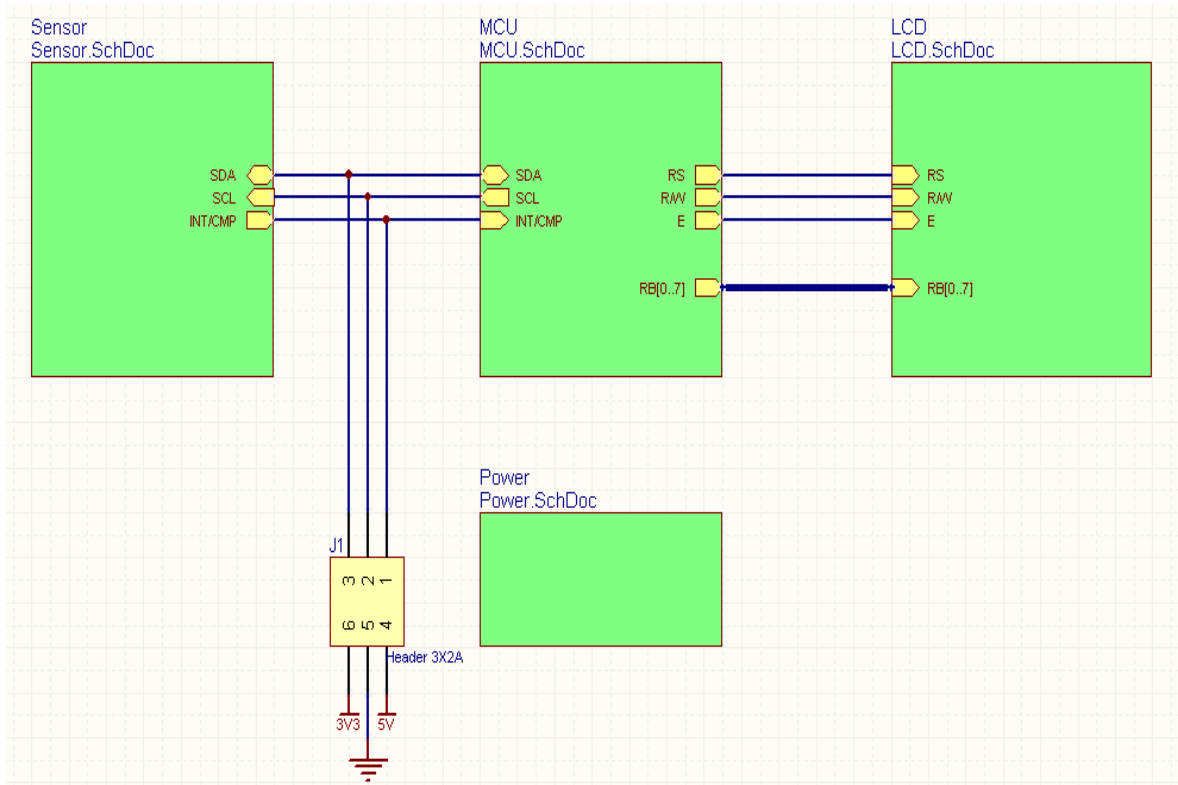

图 60.温度传感器的顶层原理图
参考图 60 完成这个练习
4. 图纸符号将以浮动光标形式出现, 像图 60 所示, 在图的合理位置放置图纸符号
9. 按图 60 给层次图放线